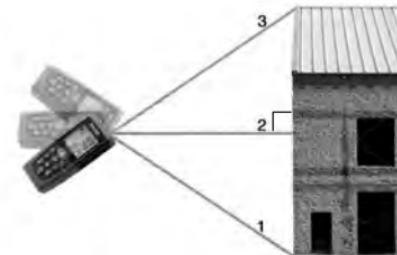

Figura 8 – Medición indirecta utilizando tres puntos
3. Apunte el láser hacia el punto inferior (1) (*Figura 8*) y gatille la medición. En pantalla, en la primera línea, aparecerá esta primera medida obtenida.
5. Presione el botón de encendido/Medición  para encender el láser, y sitúe el instrumento lo más perpendicular que pueda (en ángulo recto) al punto (2). Oprima de nuevo el botón de encendido/Medición  para obtener la lectura de esta segunda medición, de la línea horizontal entre el instrumento y el punto 2 en la pared. La medida aparecerá en la segunda línea.
6. Presione el botón de encendido/Medición  para encender el láser, apunte el láser al punto superior (3) y gatille la medición oprimiendo el botón de encendido/Medición . Esta medida aparecerá en pantalla en la segunda línea.